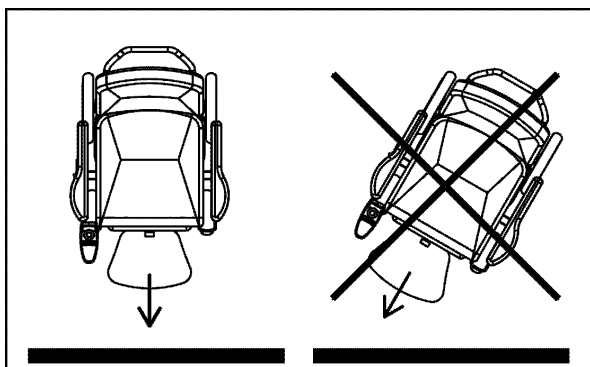

Figure 3.10
1. Amenez le fauteuil bien droit face au trottoir (fig. 3.10).